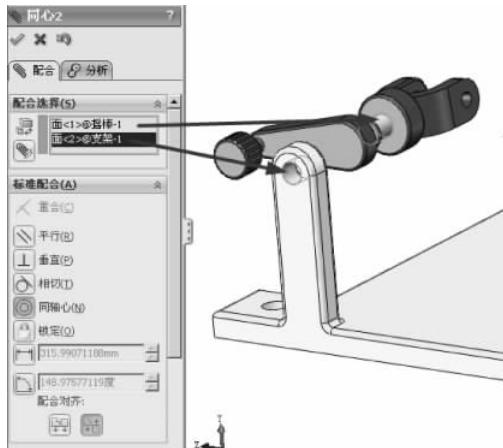

图 3-58 同轴心配合
(2) 单击【装配体】工具栏中的【配合】按钮 ，弹出【配合】的属性设置。选择【标准配合】选项组下的【同轴心】配合类型 ，在【要配合的实体】选择框 中选择如图 3-58 所示的面，其他保持默认，单击【确定】按钮 ，完成同轴心的配合。